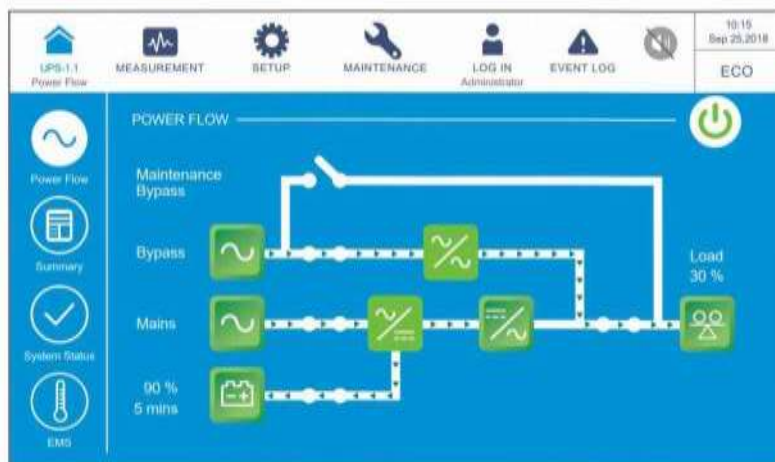

Рисунок 6-26: Экран ECO-режима
- 11) После выбора 'YES' для запуска инвертора ИБП, каждый силовой модуль запустится и выполнит самопроверку. В это же время система начинает синхронизацию с байпасным источником переменного тока. После завершения самопроверки ИБП автоматически перейдет в режим работы от батарей. После того, как система подтвердит, что байпасное напряжение в норме, ИБП автоматически переключится в ECO-режим, чтобы обеспечить подачу питания с байпасного источника переменного тока (см. **Рисунок 6-26**). В этот момент трехцветный светодиодный индикатор загорается зеленым цветом, и появляется следующий экран. Расположение трехцветного светодиодного индикатора см. на **Рисунке 2-11**.